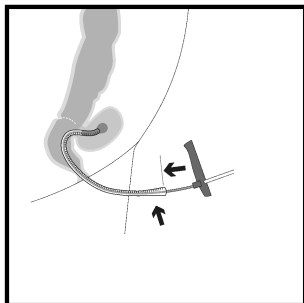

Fig. 3
14. De pusher over de drainageslang schuiven en de spons met de pusher tot het einde van de overtube (evt. rectoscoop of proctoscoop) schuiven. De voorkant van de spons ligt nu op het diepste punt van de holte (Fig. 3). De overtube (evt. rectoscoop of proctoscoop) hierbij verder gefixeerd houden.